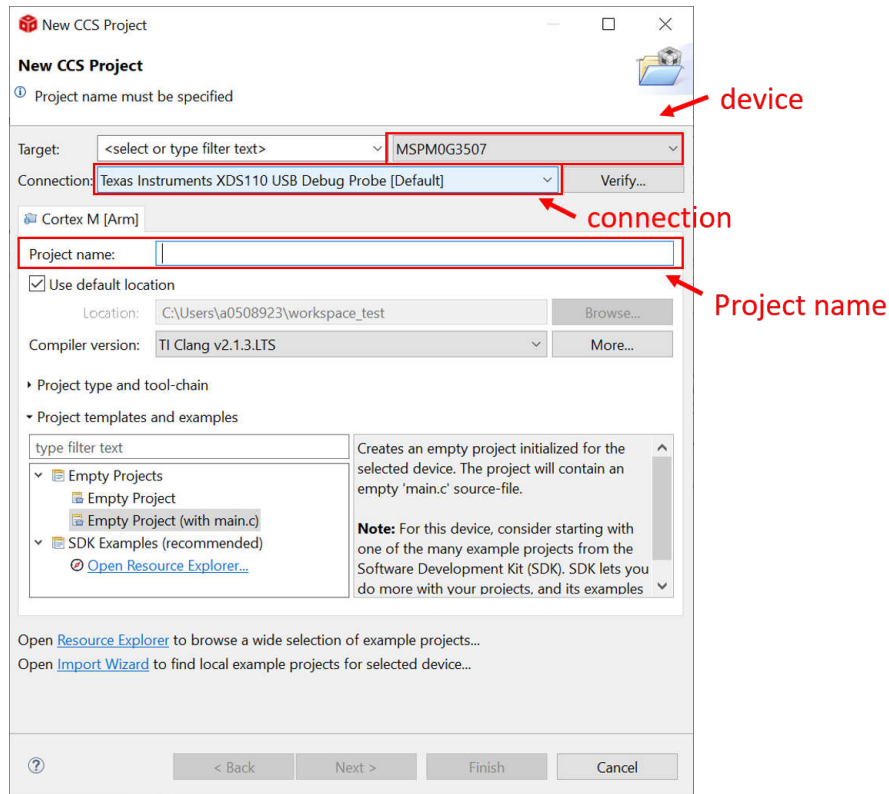

图 2-22. 在 CCS 中创建新工程
2. 如果要创建新工程，请转到“File”>“New”>“CCS Project”。有两项重要的设置需要完成。首先是选择 MSPM0 器件，其次是选择连接，如图 2-22 所示。然后，添加工程名称并按完成按钮后即可创建程序。